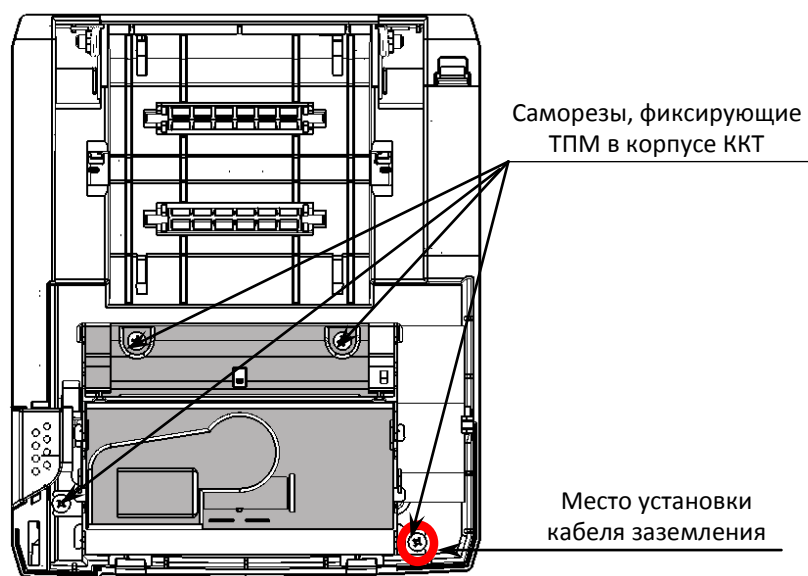

Рисунок 10. ТПМ в корпусе ККТ
- 9.2. Зафиксировать ТПМ в корпусе винтами, учесть при этом расположение кабеля заземления (рисунок 10).